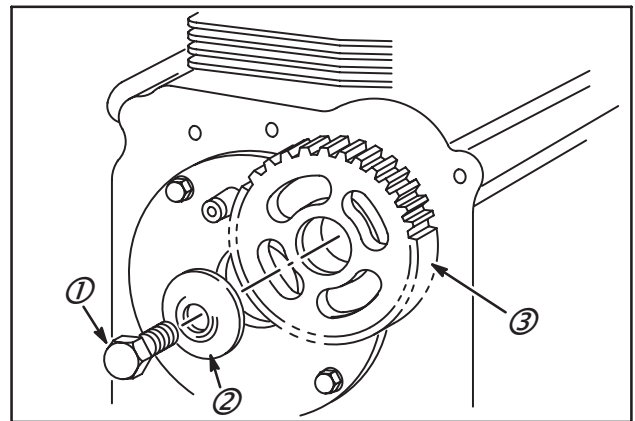

Fig. 4
1. Enlever la vis courte (1) et la rondelle Belleville (2) du pignon d'entraînement de P.T.O. (3), Fig. 4.